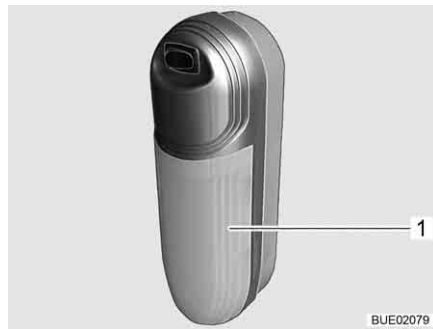

Fig. 277 Lampada a parete
- Sfilare la copertura trasparente (Fig. 277, 1) dall'interruttore e rimuoverla.